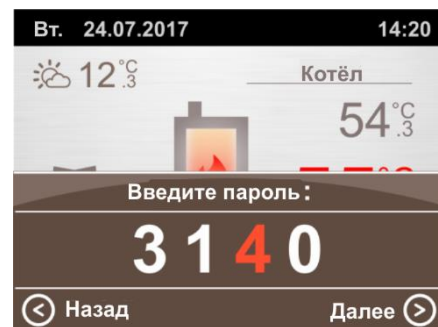

Рис. 6
На рисунке 4 показан главный экран температуры котла, на котором отображается текущее показание температуры (значение 54,3°C) и значение заданной температуры (55,0°C на). Изменение заданного значения температуры на котле может быть защищено от несанкционированного вмешательства, (рис. 5) при нажатии кнопки (↑) или (↓) отображается символ замка. Для изменения заданной температуры необходимо нажать кнопку (F), что приведет к появлению нижнего поля для ввода защитного пароля.(рис.6)